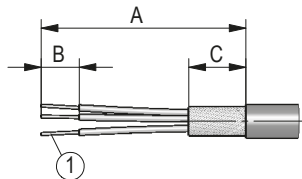

Abb. 9: Kabel
1. Die Kabel gemäß **Abb. 9** vorbereiten. Aderendhülsen müssen mit gasdichter Vierkant-Crimpung versehen sein.